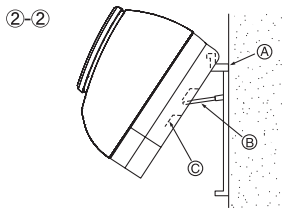

Fig. 3-6
- ②-② Til het binnenapparaat op door het ondersteuningsstuk (dat is bevestigd aan de ophangplaat) aan de ribbels op de achterkant van het apparaat te haken, zoals wordt getoond. (Fig. 3-6)